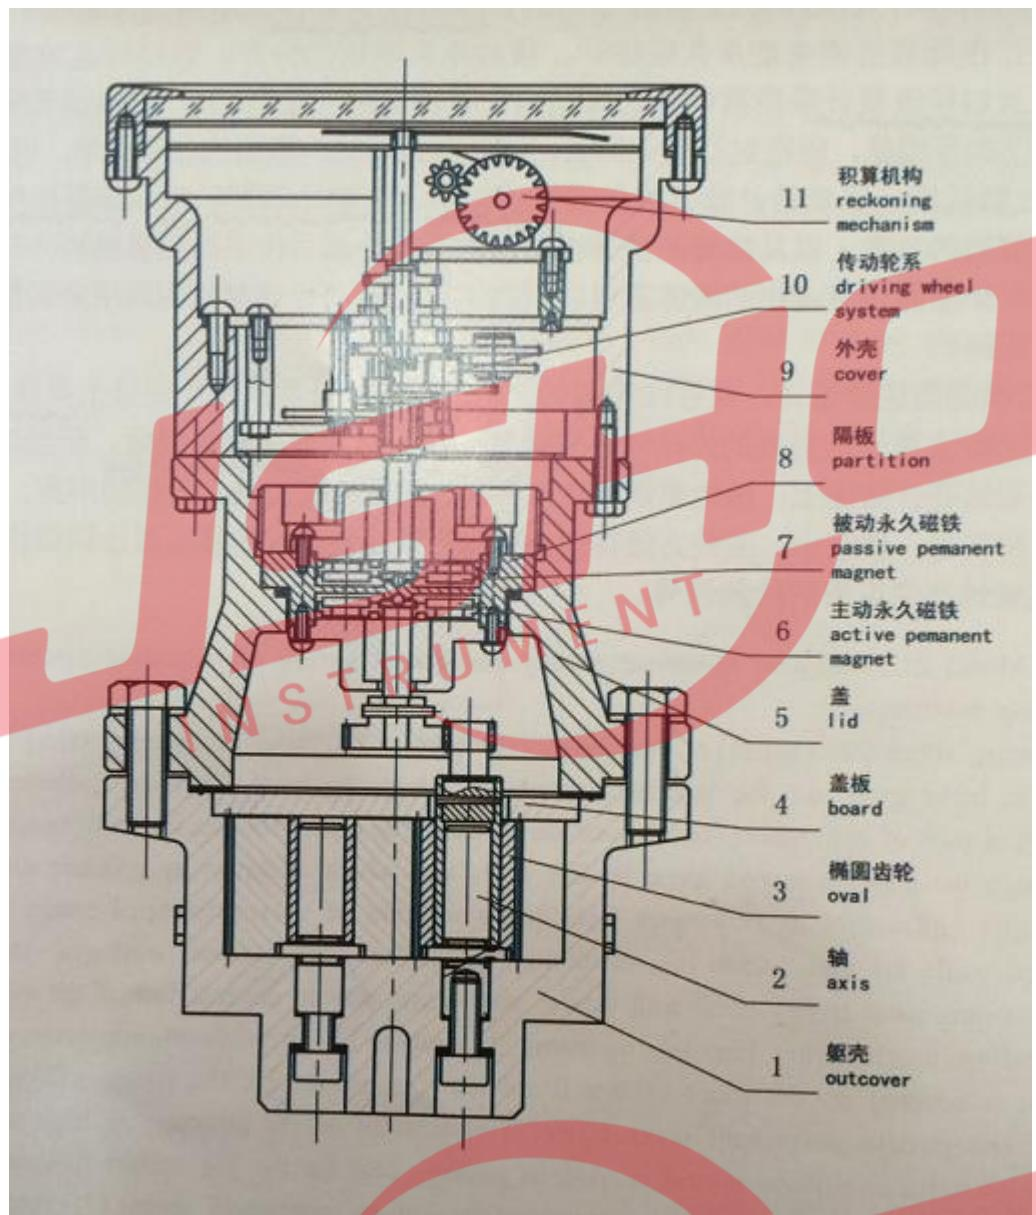
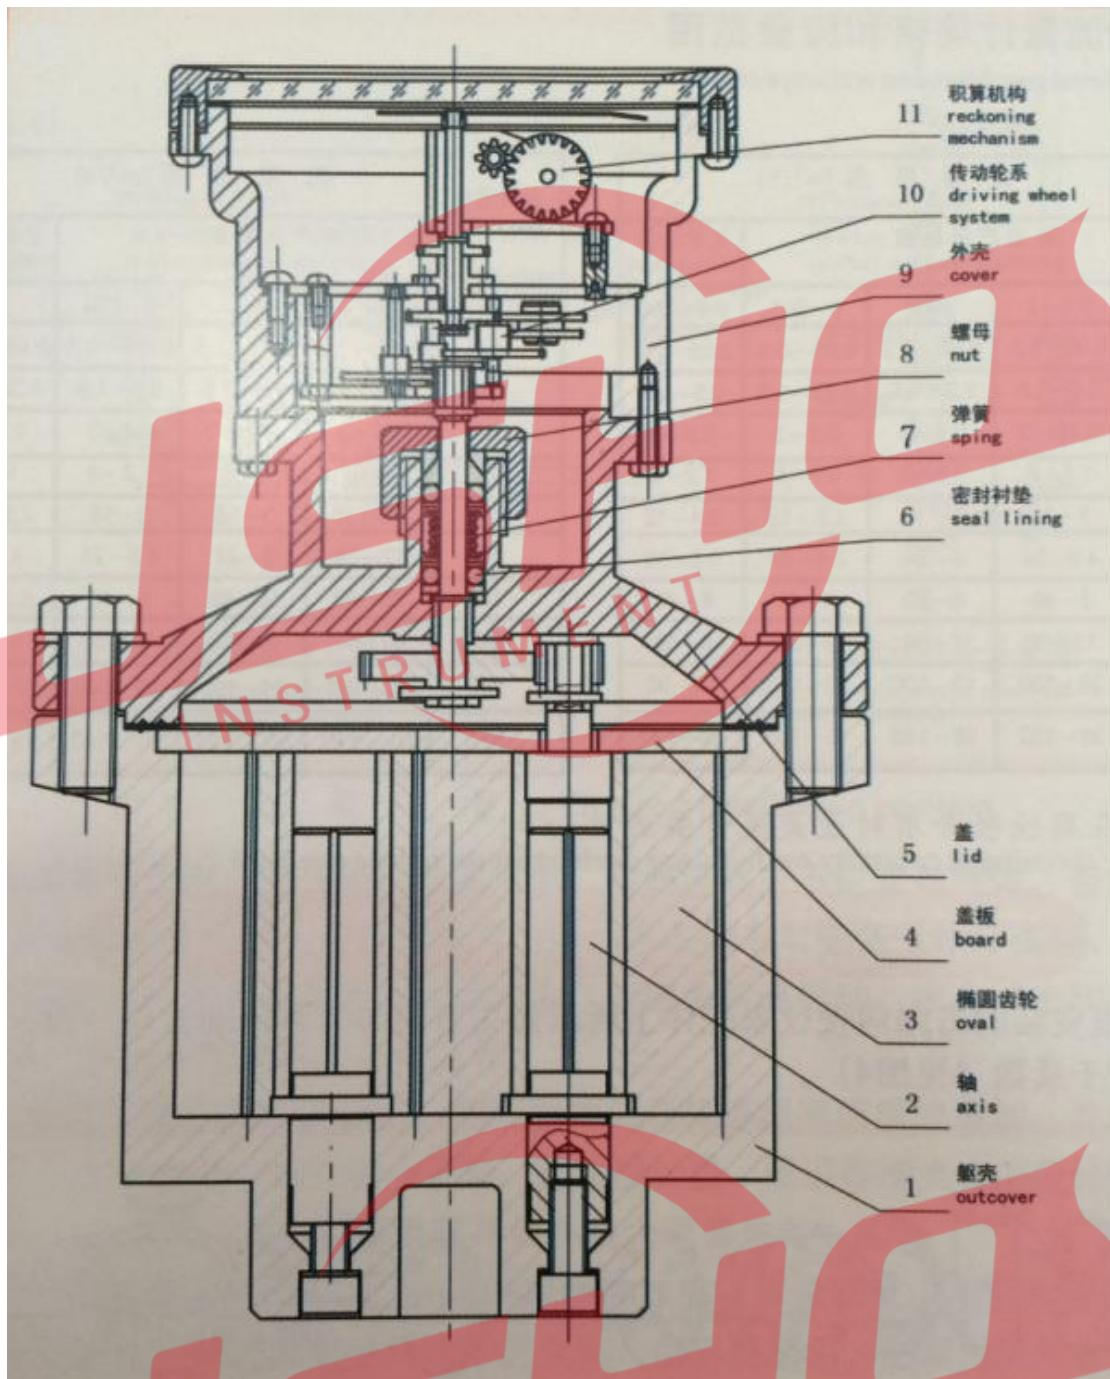

图2 HQLC型流量计永久磁铁传动结构图
图 3 HQLC 型流量计聚四乙烯密封传动结构图
1、计量室：仪表躯壳（1）（图 2、图 3，以下同）由铸铁制成，它的内腔与盖板（4）组成测量室。测量室内有两根不锈钢轴（2），一对椭圆齿轮（3）就套上轴上，靠流量计进出口处的压力差推动而旋转，从而不断地把进口处的液体经新月形空腔计量后送到出口处，每旋转一周，累计出四倍新月形空间的体积。椭圆齿轮与测量室内壁的间隙很小，仅几十微米，以减少仪表的泄漏量。
2、密封机构：仪表的测量室是密封的。小口径流量计采用永久性磁性密封机构（见图 2）：由隔板（8）将主动永久磁铁（6）、被动永久磁铁（7）分开。该结构灵敏度高，密封可靠；大口径流量计采用聚四氟乙烯塑料作填料密封（见图 3）：通过调节螺母（8）来改变弹簧（7）的压缩量，使密封衬垫（6）伸张，达到密封目的。该结构比较简单，调整方便。
- 2、仪表在使用过程中，由于齿轮等的磨损，精度往往会变化，以致超差。只要误差范围不超过 1%，一般均可调到合格。例如仪表精度下降到+0.22%~+0.64% (平均误差-0.21%)，调换双层齿轮时，首先应看原双层齿轮是多少齿，如果是 38/35，则按 (1) 法调整；若是别的齿轮时，例如是 41/38 齿轮，则应将该齿轮相对应的误差+0.62% 作零位，上调 0.21%，使误差减少 0.21% 而变成 0.41%，参照误差调整表，调换上双层齿轮 40/37. (其误差为 0.43%，与 0.41% 最接近)。调整后实际误差 $udit0.19\%,wygeogyayl+0.41\sim-0.45\%$ ，达到合格范围。
- 4、调换双层齿轮时，先卸下外壳 (图 2、图 3 之 (9))，在其背后拧松轴套 (1) (图 6，下同) 及螺钉 (3)、(4)，更换调整齿轮 (2)，然后转动调整板 (5)，使调整齿轮与传动齿轮 (6)、(7) 喷合正确，再紧固轴套与螺钉。